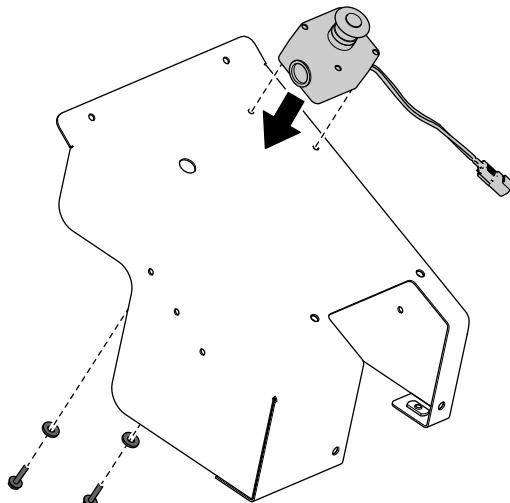

Figura 10
9. Montate il gruppo del pulsante E-Stop rimosso in precedenza sul coperchio (Figura 10).